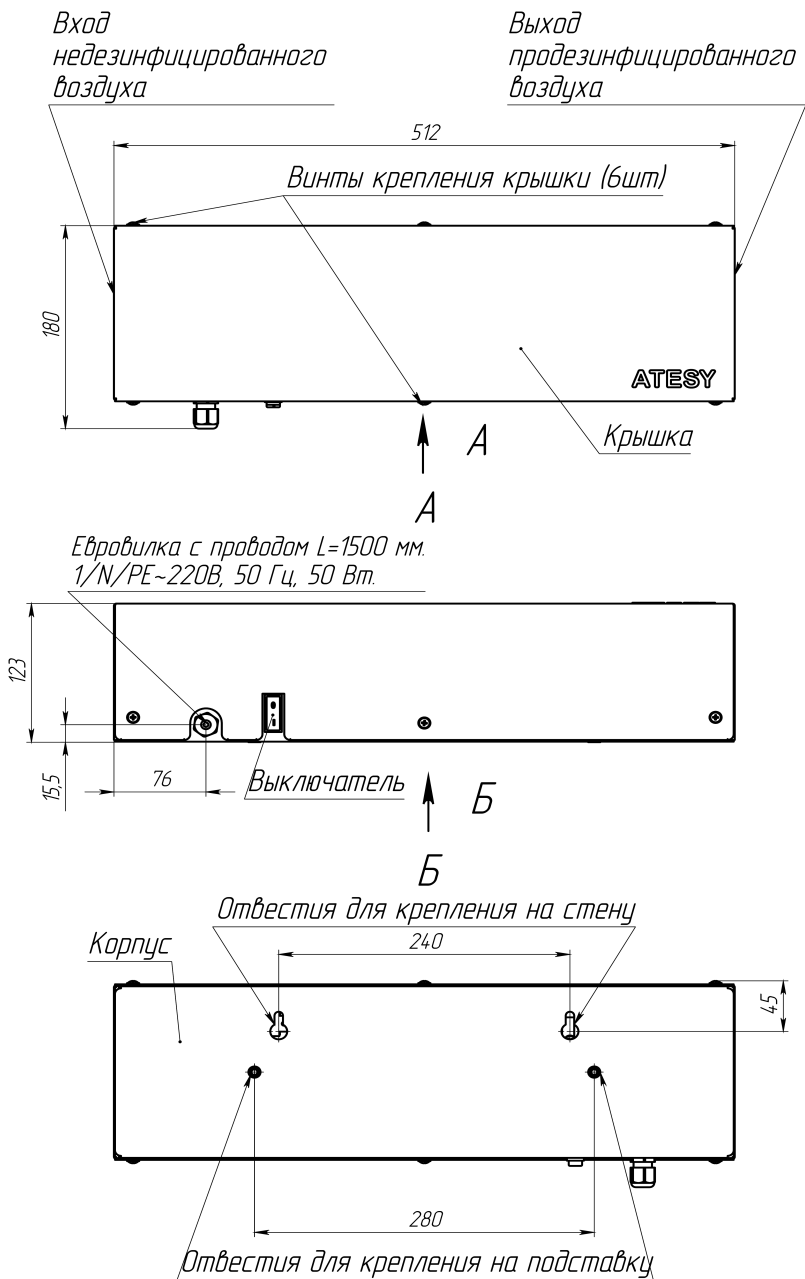

Рис. 1 Общий вид
1.6. Общий вид облучателя представлен на Рис. 1.
3.1. Установка облучателя возможна на стену или на специальную подставку производства «АТЕСИ». Для крепления на корпусе изделия предусмотрены отверстия (Рис.1). Место под установку изделия должно обеспечивать свободный вход и выход воздуха.